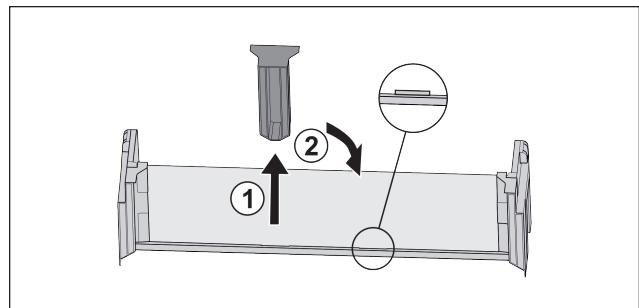

Fig. 92
- Издеглете средната задържаща част Fig. 92 (1).
- Вкарайте средната задържаща част на втората позиция Fig. 92 (2).